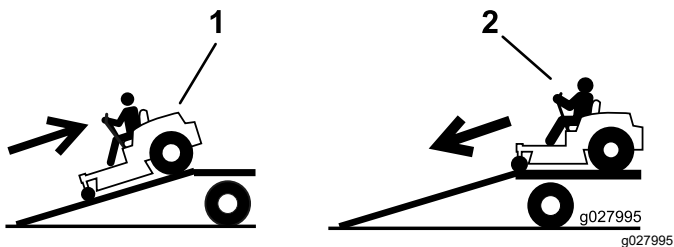

Figura 32
4. Suba la máquina por la rampa en marcha atrás (Figura 32).
2. Baje la máquina por la rampa conduciendo hacia delante (Figura 32).